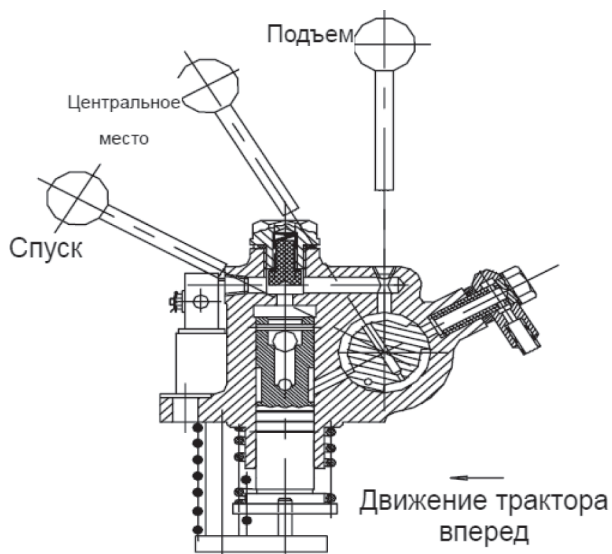

Рис. 2.8. Рычаг гидравлического подъемника.
2.3.5. Рычаг гидравлического подъемника (рис. 2.8.)